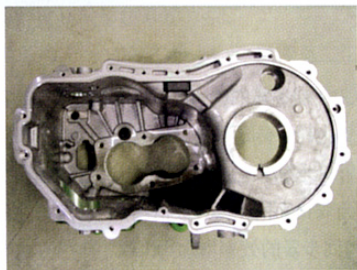

图 7
(4) 自动涂胶、注油设备 自动涂胶过程具有液面监控功能,进行预报警和联线的不合格报警,不允许有气泡导致加注错误或涂胶不完整。如果没有介质,可能因为压力不够或出口(喷嘴、阀门等)堵住,自动出现错误警报。可以对滚针轴承自动注油状态进行监控;对整个涂胶面分段进行监控(图 7),并对整体情况进行统计。发现缺陷自动报警,并显示缺陷位置,涂胶造成的主要缺陷:抽丝、断开、偏移等。